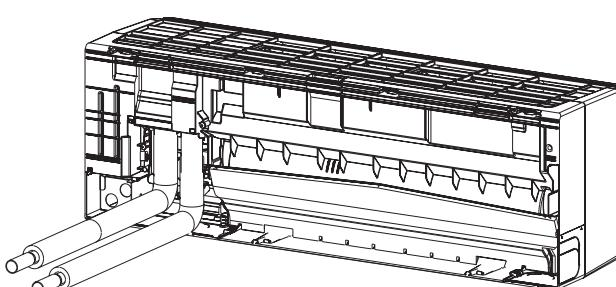

**Fig. 3-18**
- (6) Orienter le connecteur en forme de L vers le sens de sortie de la tuyauterie et le serrer à l'aide de deux clés. (Fig. 3-18)